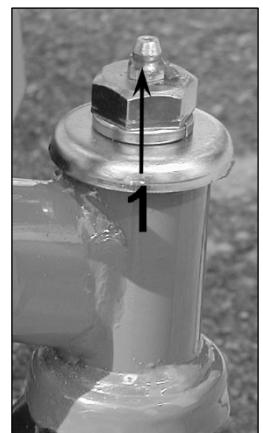

Figura 15
- Engrase el eje de la rueda delantera (1 Figura 15) con grasa NLGI N°2.